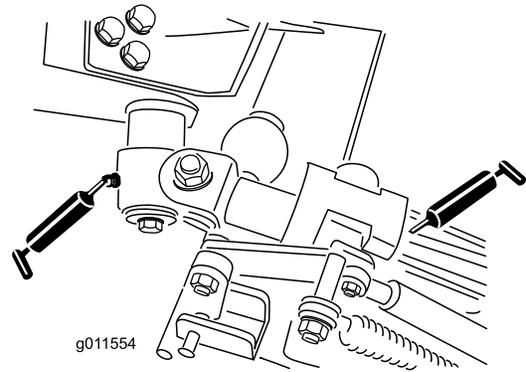

Figura 48
- 2 boccole orientabili della leva a squadra (Figura 48)
- 4 boccole del braccio posteriore (Figura 48).